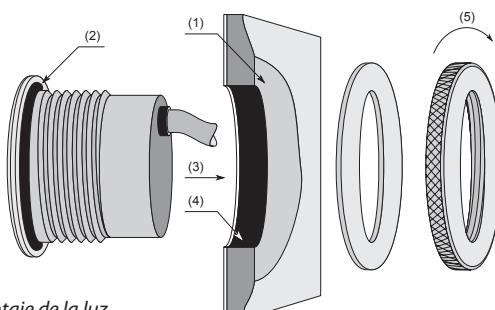

Fig. 1: Montaje de la luz
Perfore por la parte interior de la bañera a baja revolución un orificio de diámetro (a) 50 mm para el mando N3257K, (b) 48-50 mm para la luz EL11. Según la fig.1 ajuste el espacio de soporte (1) en la parte exterior de la bañera de tal manera que sea perpendicular al eje de la luz/mando. Limpie y desengrasé debidamente las superficies pegadas del producto (luz, mando) y la bañera. Aplique la cantidad adecuada de la masilla pH neutral Ravak Professional al cuerpo del artículo directamente a la unión (2). Pase el componente (3) por el orificio y ajuste correctamente. Rellene también el espacio (4) entre la luz y la bañera con la masilla. Junte el artículo con su correspondiente arandela y apriete (5) la tuerca. Atornille la luz con el momento 8 N.m. Elimine la masilla sobrante. Lo conseguirá con más facilidad si lo deja reposar un poco. La masilla endurece pasadas 24 horas. Llene la bañera y verifique el ajustamiento de la instalación de la luz.